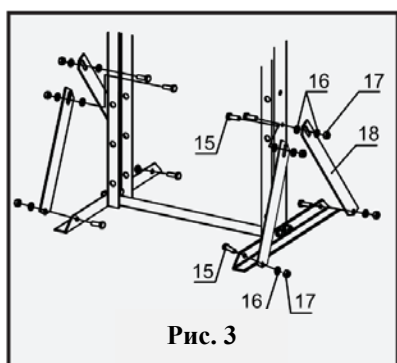

Рис. 3
4. Закрепите боковые упоры (18) на стойках рамы и опоре основания при помощи болтов (15), шайб (16) и гаек (17). Смотрите рис. 3.